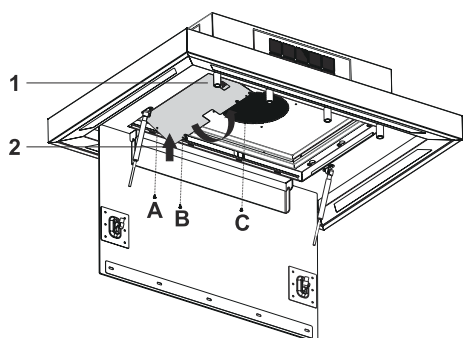

Fig. 19
- 5.** Sæt låget på til styringsboksen og fastspænd med skruer på punkterne A, B & C (Fig. 19).